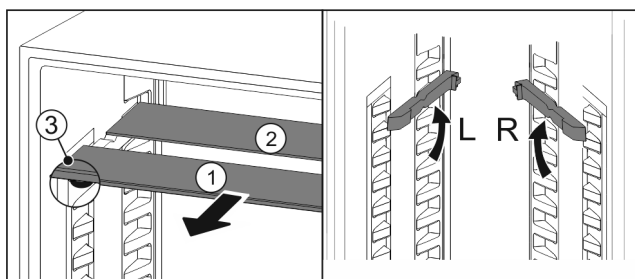

Fig. 86
- Skleněné desky jednotlivě vytáhněte dopředu Fig. 86 (1).
- Skleněná deska Fig. 86 (1) s ozdobnou lištou leží vpředu.
- Zářezky Fig. 86 (3) směřují dolů.